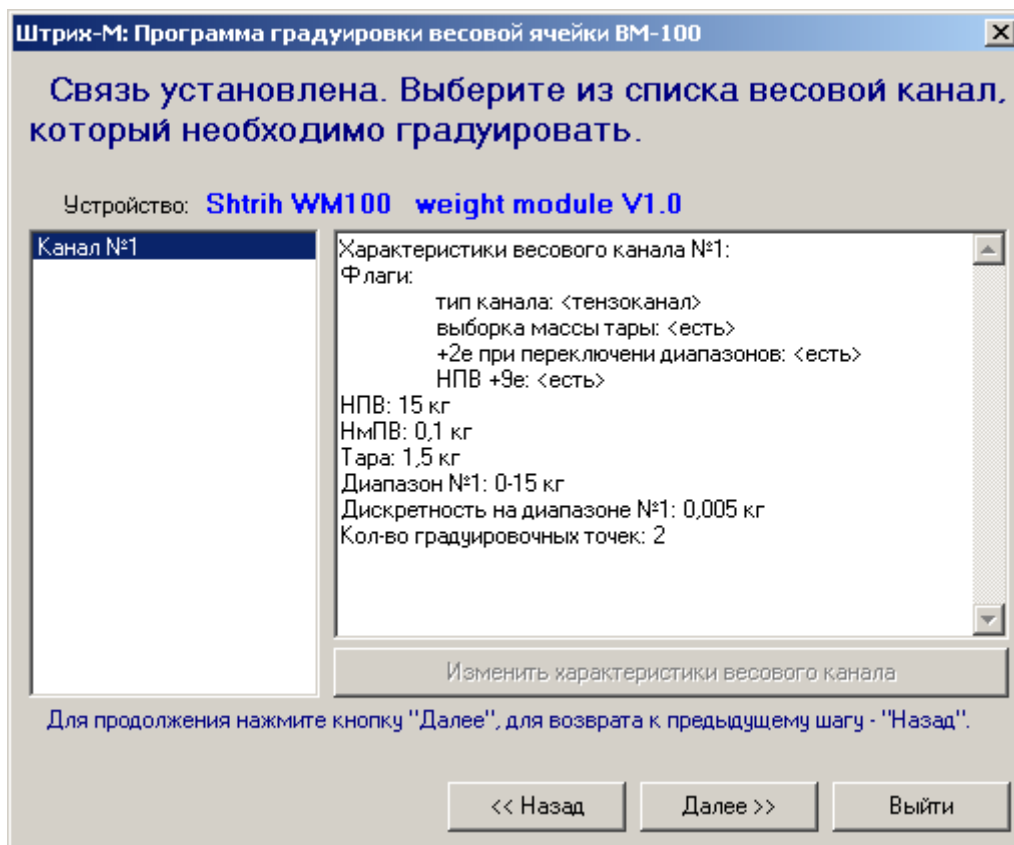

Рисунок 17
6. После установки связи с весовым модулем программа градуировки попросит выбрать весовой канал для градуировки. В весовом модуле весов Штрих РС-200 используется только весовой канал №1. Нажмите кнопку «Далее» (см. Рисунок 17).